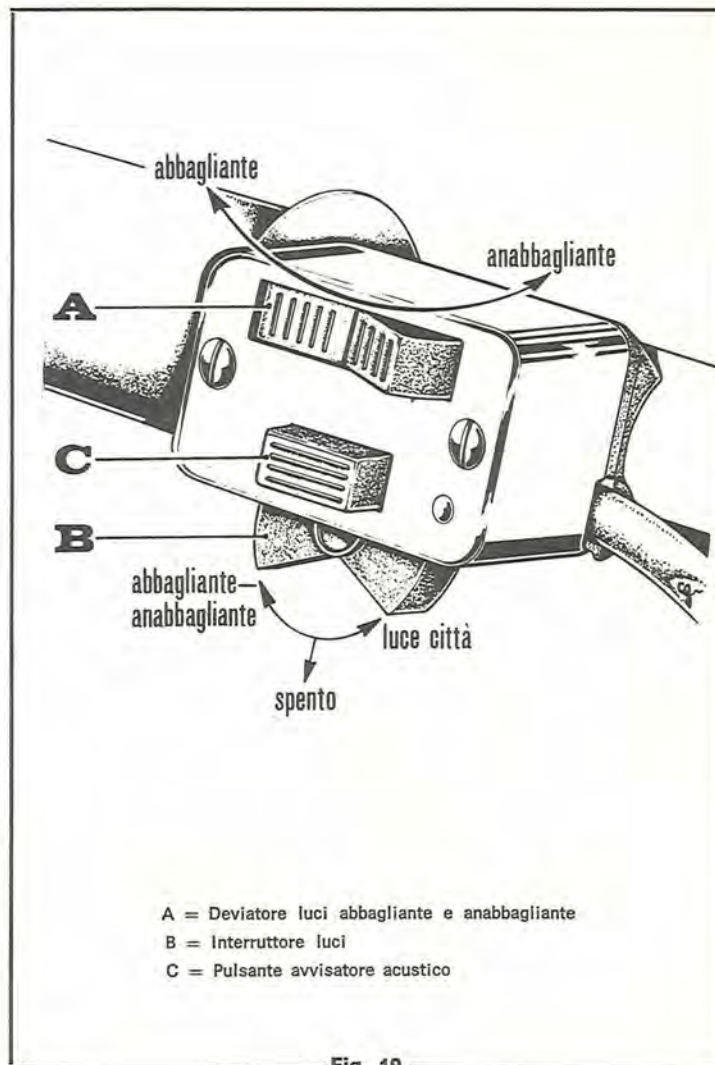

Fig. 19
- n. 1 deviatore luci applicato al manubrio (vedi fig. 19);